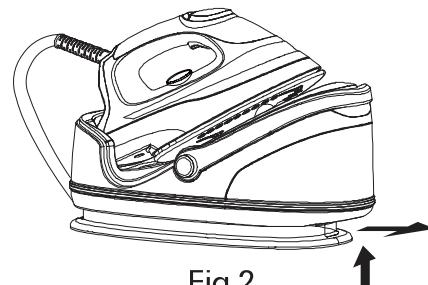

Fig.2
1. Drücken Sie den Wassertankverschluss nach oben und holen Sie den seperaten Wassertank aus dem Gerät. (Fig.2)